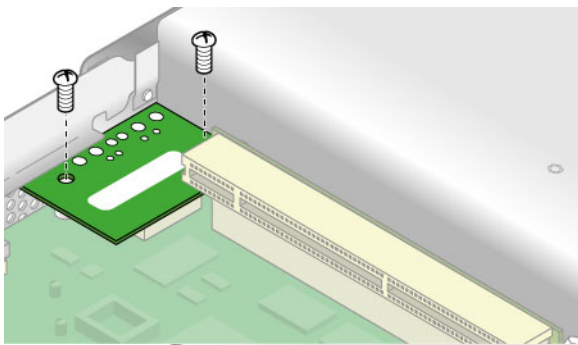

图 3-4 拆除 I/O 板
2. 拆除将 I/O 板固定至主板的两颗螺钉（请参见图 3-4）。